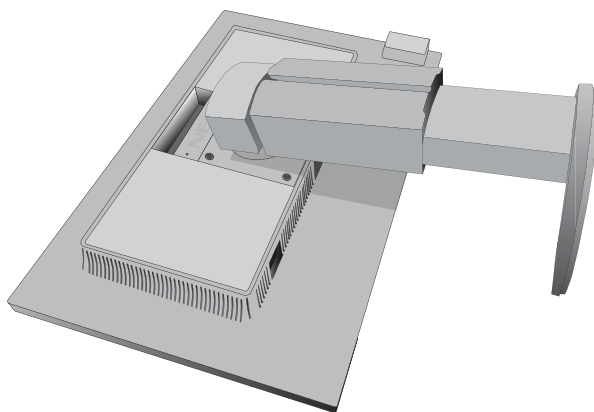

Figura S.1
3. Sistemare il monitor rivolto verso il basso su una superficie non abrasiva (**Figura S.1**).